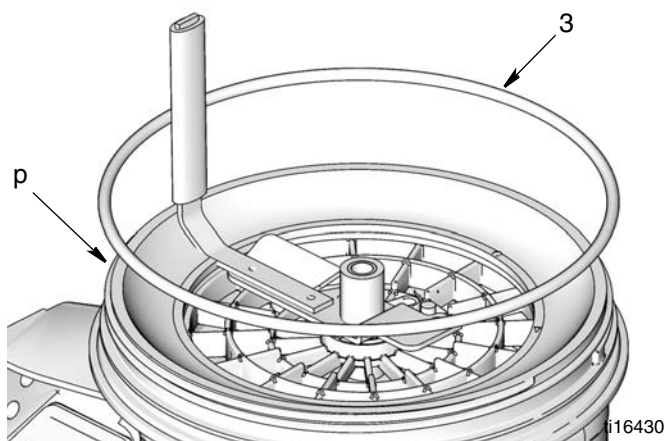

ABB. 18
1. Schmieren Sie den neuen O-Ring (3) (im Satz enthalten) und installieren Sie den O-Ring um den Adapter des Speicherbehälters (p), wie in ABB. 18 gezeigt.